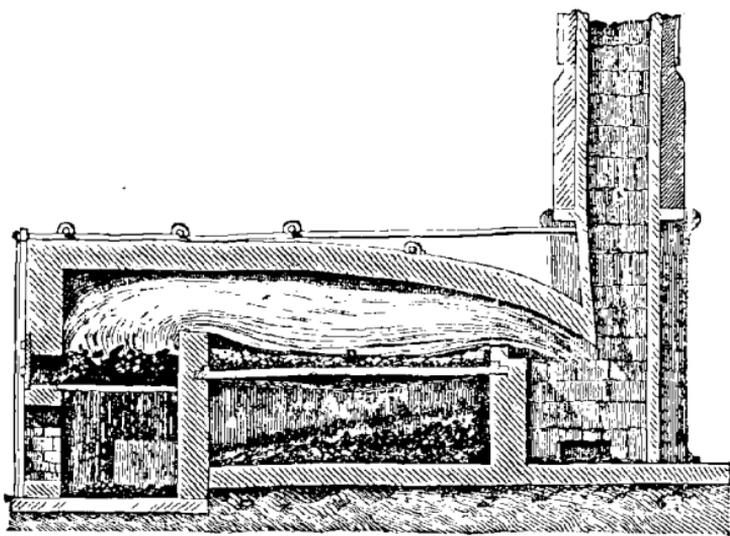
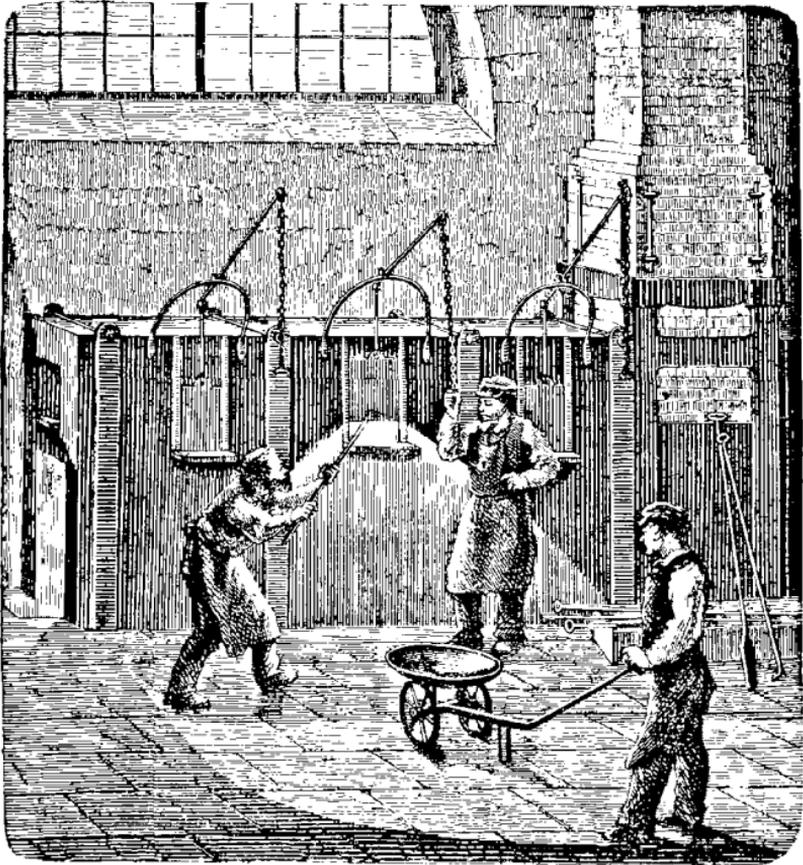

FIG. 35. — Puddlage de la fonte.
FIG. 36. — Four à puddler.
**Affinage à la houille.** — L'affinage au bois diminue chaque jour d'importance, tandis que l'affinage à la houille se répand de plus en plus; ce procédé, qui est anglais, est appelé *puddlage* (du mot anglais *puddle*, qui veut dire *brasser*). La théorie de l'opération est la même que pour l'affinage au bois: on oxyde les matières étrangères et l'on forme des scories avec le fer et la silice qui provient de l'oxydation du silicium; mais le combustible et le four ne sont plus les mêmes. La figure 35 représente l'intérieur d'un four à puddler; la figure 36 en représente l'extérieur. La houille est brûlée dans le foyer latéral, et la flamme qui s'en échappe passe dans le compartiment voisin, appelé *réverbère*, et le porte à une haute température.